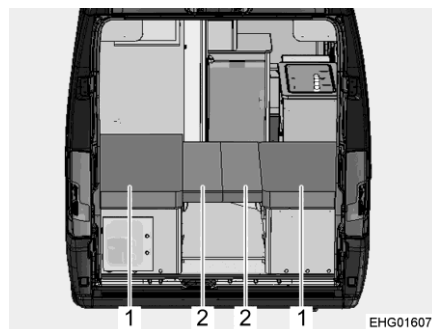

Bild 66 Efter ombyggnaden
- Lägg de två sittdynorna (Bild 66,1) på sittbänkarna och de två ryggdynorna (Bild 66,2) på utdragsribbotten.